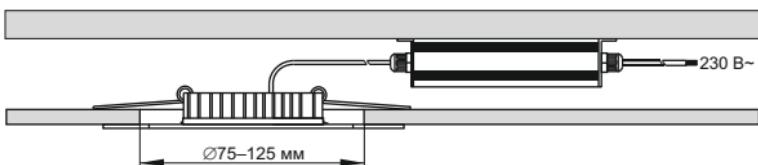

Рисунок 4
3.2.8 В случае если межпотолочного пространства недостаточного для установки источника питания в отверстие для монтажа светильника с малым кольцом, монтаж светильника выполняется в отверстие диаметром 75–125 мм (большое кольцо корпуса – рисунок 4).